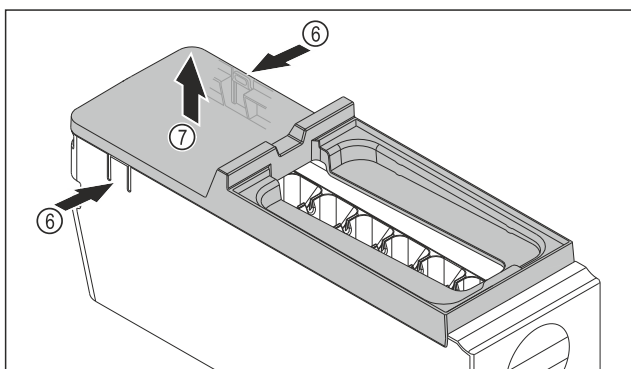

Fig. 106
- Snemite pokrov glavnega dela EasyTwist-Ice: Spone Fig. 106 (6) na obeh straneh glavnega dela EasyTwist-Ice pritisnite z eno roko.
- Pokrov Fig. 106 (7) z drugo roko dvignite in odstranite.